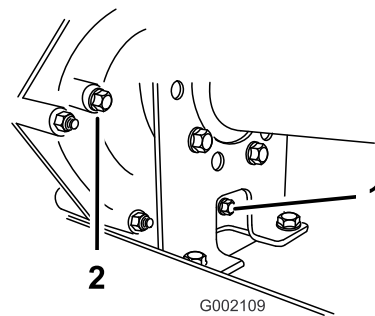
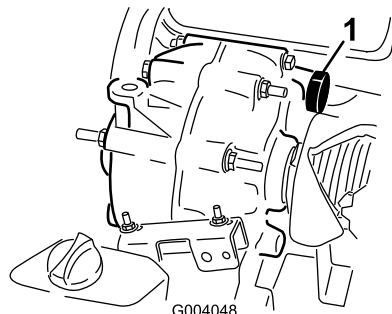

図 56
図 57
2. 補給口および排出口の周囲をウェスできれいにふき取る 図 56。
4. 補給プラグを左に回して抜きとる 図 56。
5. ドレンプラグを左に回して抜きとる 図 56。
6. ガスケットとドレンプラグを元通りに取り付ける 図 56。
7. 補給プラグ穴から、オイル溜め 図 57 に、所定のトランスミッションオイル約 1.4 リットルを入れる。これで補給口のねじ山の下位置までオイルが入る 図 56。
8. ガスケットと補給プラグを元通りに取り付ける 図 56。
10. オイルの量を点検し、ねじ山の下位置より下がっている場合には適宜追加する 図 56。